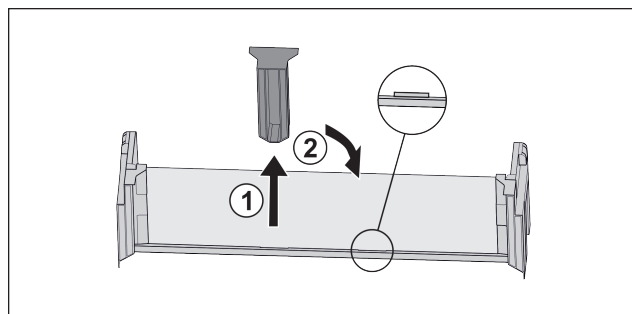

Fig. 76
- ▶ Stáhněte prostřední přídržný díl Fig. 76 (1).
- ▶ Vložte prostřední přídržný díl do druhé polohy Fig. 76 (2).